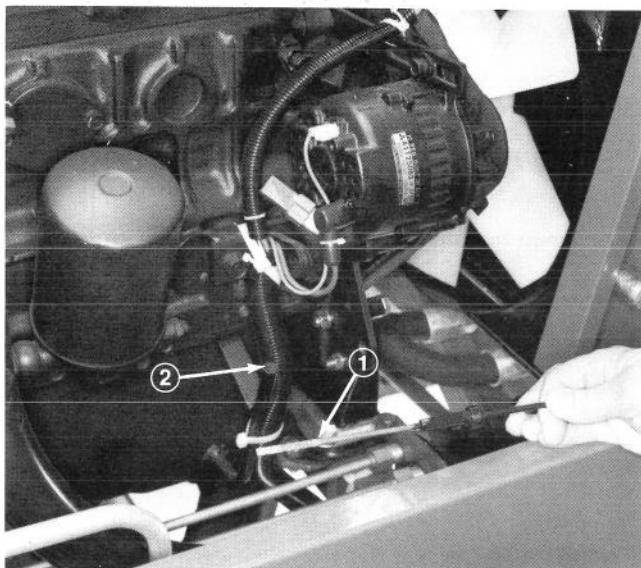

Fig. 3
- Togliere l'asta di misurazione del livello dell'olio, asciugarla con un panno, reinserirla nel tubo di riempimento ed estrarla di nuovo. L'olio deve raggiungere la tacca di pieno (FULL, Fig. 3).